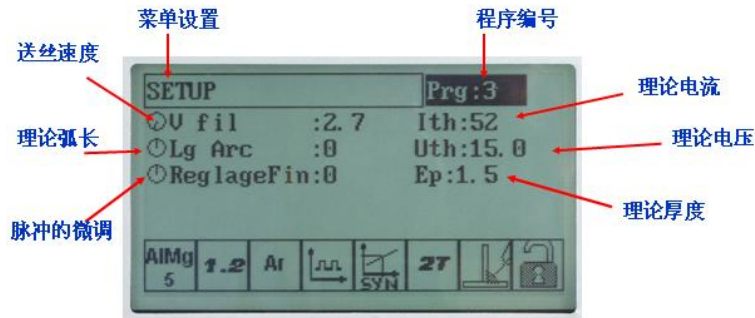

图 29-21 焊接规范设置
(10) 通过电流、板厚、送丝速度设置焊接参数，如图 29-21 所示。